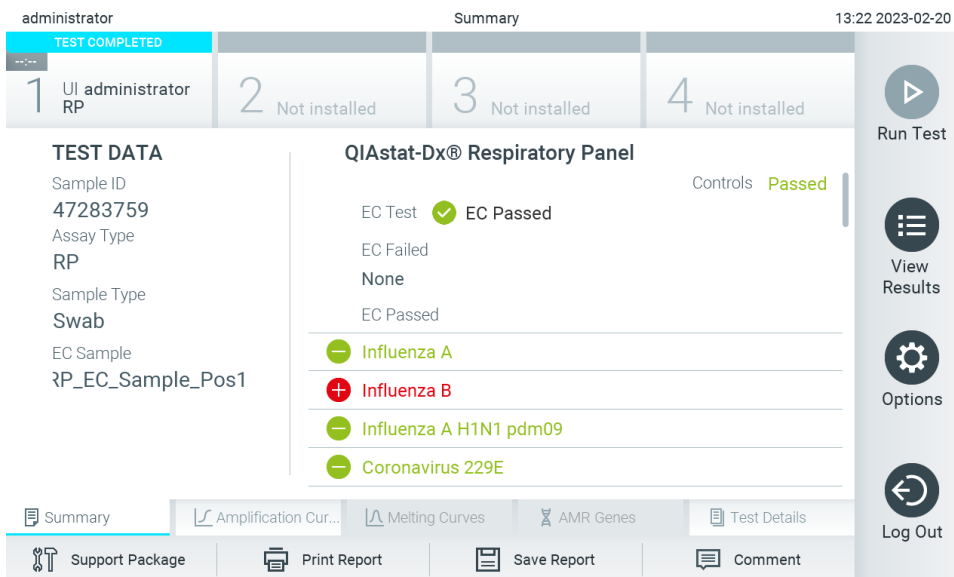

Figura 100. Ecranul Summary (Rezumat) cu rezultatele EC.
12. După ce cartușul de test QIAstat-Dx a fost scos, va apărea ecranul **Summary** (Rezumat) cu rezultatele (Figura 100). Consultați Secțiunea 8.3 pentru detalii suplimentare.